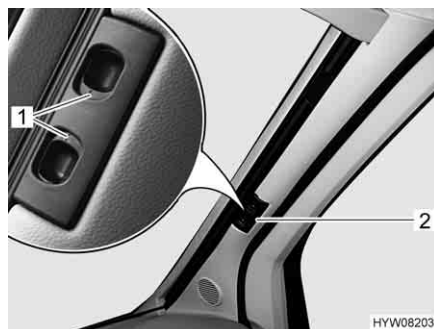

Fig. 31 Tendina oscurante pieghevole per il parabrezza
- Spingere verso l'esterno le due metà della tendina oscurante pieghevole del parabrezza per la maniglia (Fig. 31,2) fino all'arresto. Durante questa operazione spostare orizzontalmente la maniglia verso la rientranza di bloccaggio.
- Fare innestare le maniglie di sbloccaggio (Fig. 31,1).